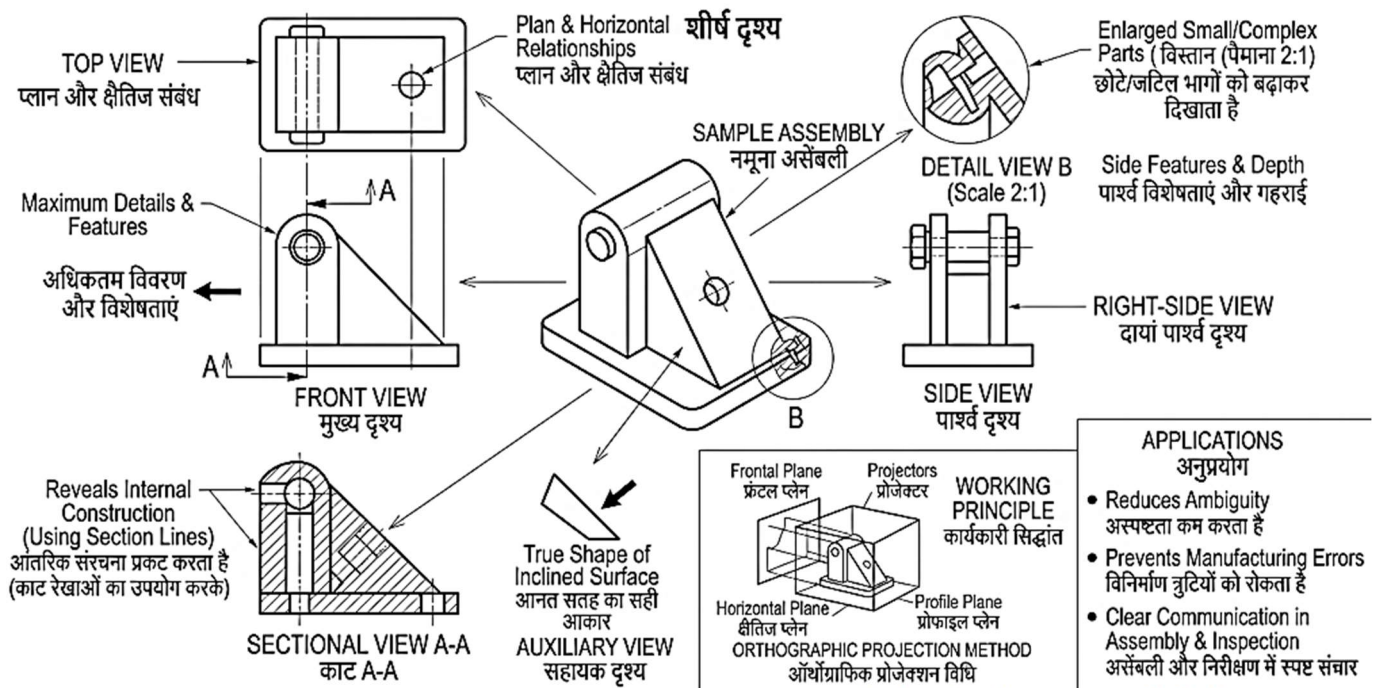

Fig. 3.4: Planning Proper Views in Assembly Drawing | असेंबली आरेख में उपयुक्त दृश्यों की योजना
3.4.1 Introduction (Fig. 3.4)
3.4.1 परिचय (Fig. 3.4)